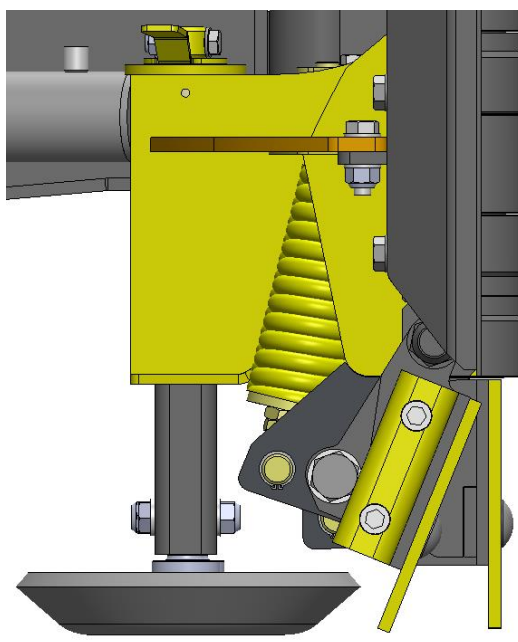

Bild 17 Skäret undviker hinder
- Vid en kollision gör bladramarna en undanmanöver bakåt (bild 17) tack vare ACS, varvid bladramen hoppar över hindret.